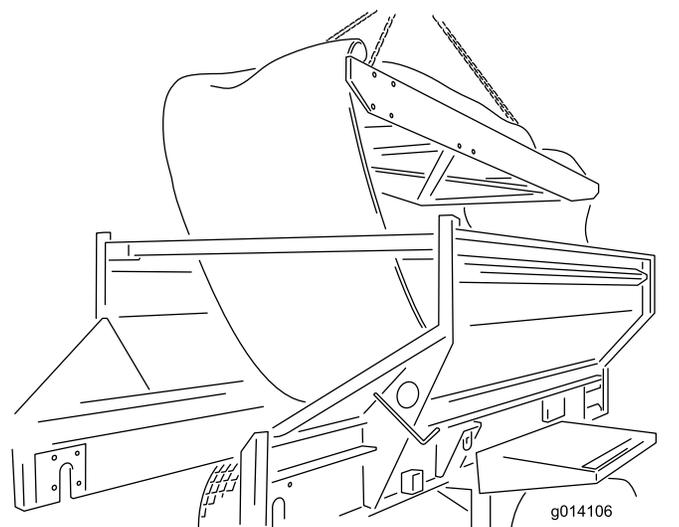

Рисунок 60
24. Извлеките съемный блок через верх машины. Поставьте его на площадку (Рисунок 60).